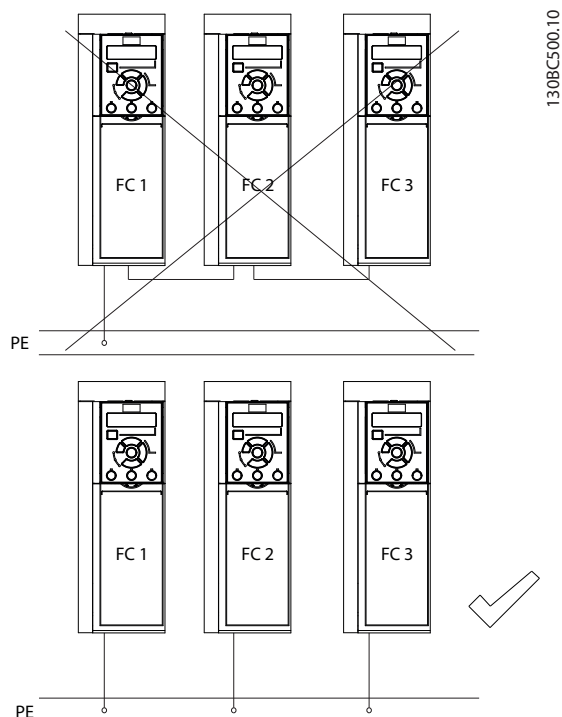

Рисунок 4.1 Принципы заземления
- Запрещается совместно заземлять два преобразователя частоты с использованием последовательного подключения (см. Рисунок 4.1).